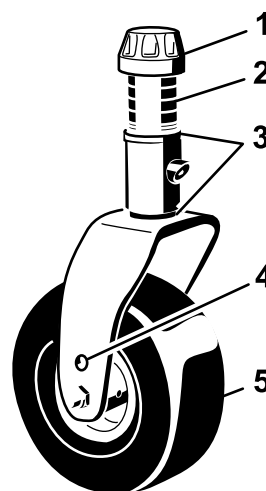
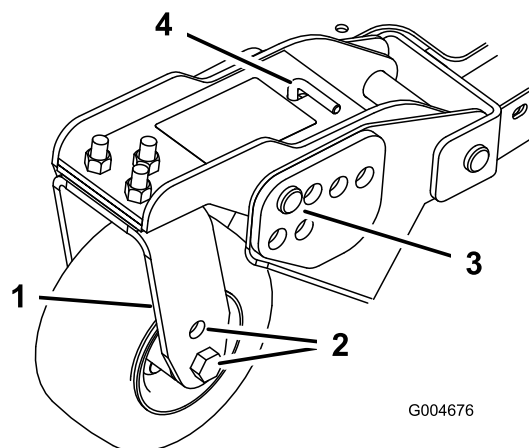
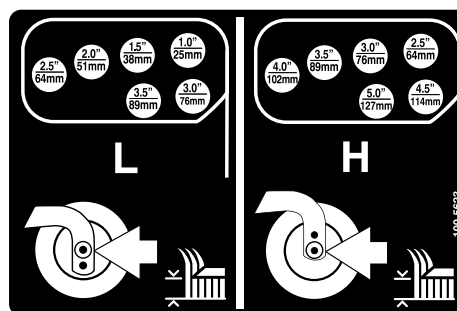

Figura 19
Figura 21
Figura 22
1. Coloque los ejes de las ruedas giratorias en el mismo taladro en todas las horquillas (Figura 19 y Figura 21).
2. Retire el casquillo tensor del eje y deslice el eje fuera del brazo de la rueda giratoria (Figura 19).
- Retire la chaveta y los pasadores de los brazos de pivote de las ruedas giratorias (Figura 21).
- Gire la varilla tensora para elevar o bajar el brazo de pivote hasta que los taladros estén alineados con los taladros seleccionados del soporte de ajuste de la altura de corte en el bastidor de la carcasa de corte (Figura 21 y Figura 22).